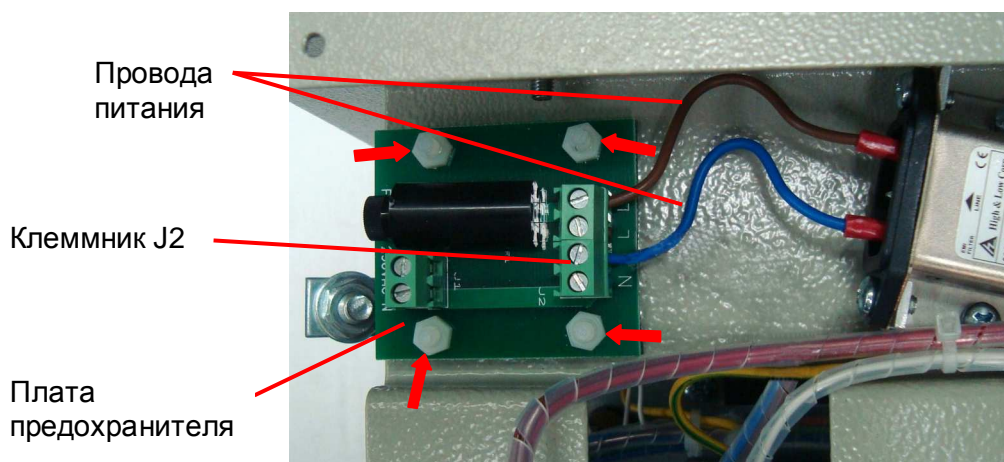

Рис. 7.20
7.7.3. Установить на крепежные винты плату предохранителей согласно рис. 7.20 и зафиксировать ее четырьмя пластмассовыми гайками (рис. 7.20, красные стрелки).
7.7.4. Подключить к клемме N клеммника J2 синий провод питания, а к клемме L – коричневый провод (рис. 7.20).